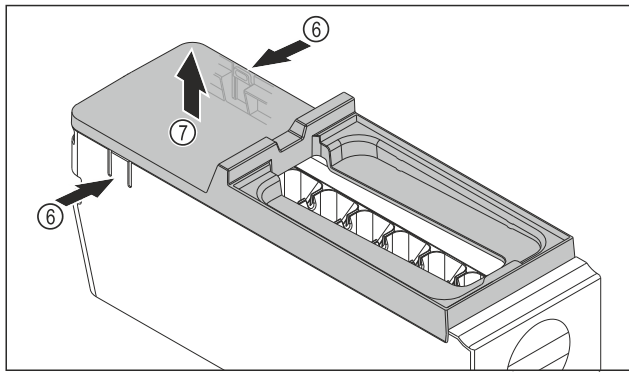

Fig. 131
- ▶ Extraer la cubierta del EasyTwist-Ice: Presionar con la mano las lengüetas Fig. 131 (6) a ambos lados del cuerpo del EasyTwist-Ice.
- ▶ Sacar la cubierta Fig. 131 (7) con la otra mano tirando hacia arriba.